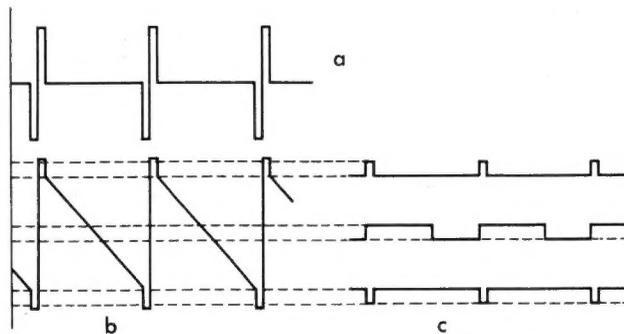

Bild 4a. Verdrängung von oben nach unten
5. Verdrängung von oben nach unten (**Bild 4a**),